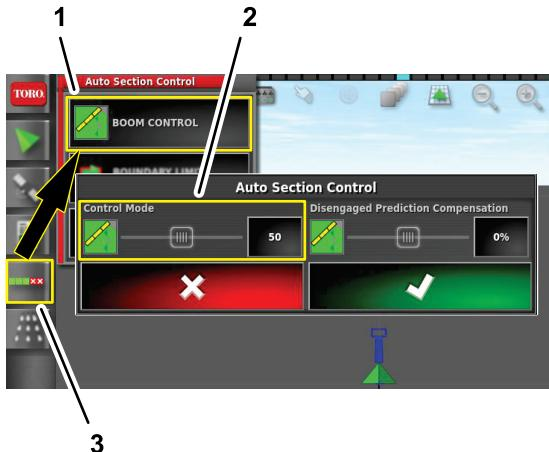

图 107
- 按自动喷洒臂段控制图标图 107。
- 按喷洒臂控制图标图 107。